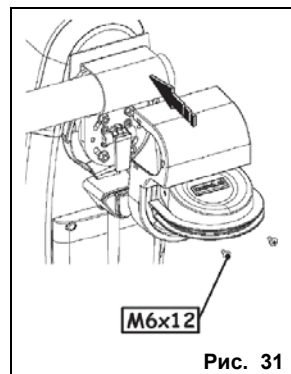

Рис. 31
- Поставить кожух так, чтобы он закрывал механизм отпирания (рис. 31), и закрепить с помощью двух прилагаемых винтов.